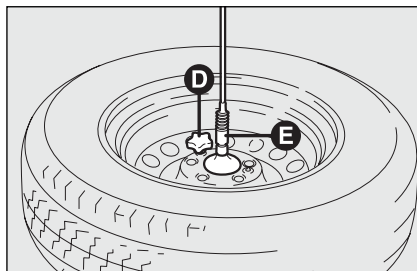

fig. 7b
- haak het verwisselde wiel aan de steun **E**-fig. 7b en draai de knop **D**-fig. 7b vast;